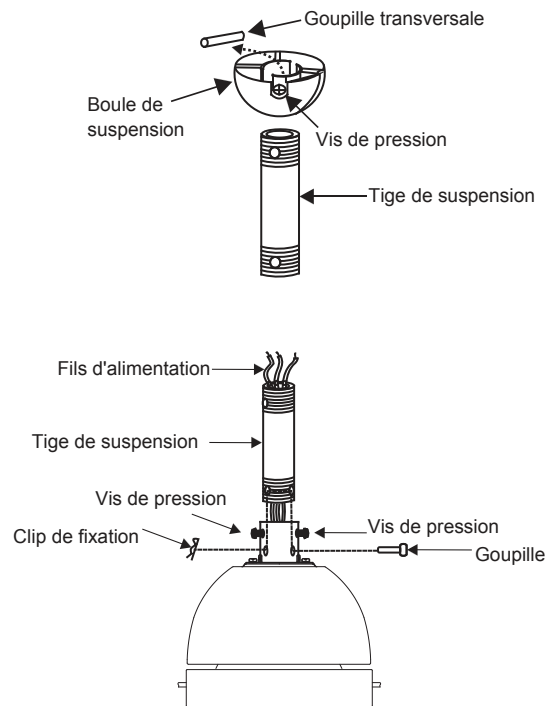

Fig. 7
**Étape 5.** Retirez la boule de suspension de la tige de fixation en desserrant la vis de blocage, en dévissant et en retirant la goupille transversale et en retirant la boule de la tige (Fig. 7).
**Étape 6.** Desserrez les deux vis de pression et enlevez la goupille ainsi que le clip de retenue du couplage sur le dessus du moteur (Fig. 7).
Remplacez ensuite la goupille et le clip de retenue. Serrez les deux vis de pression (Fig. 7)